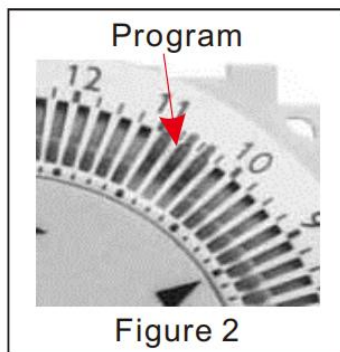

Figure 2
2. Duw de segmenten naar buiten voor werkend aan. Elk segment vertegenwoordigt 15 minuten. Bijvoorbeeld U wilt het elektrische apparaat laten werken tussen 10:15 en 11:00. Duw drie segmenten naar buiten tussen 10:15 en 11:00 (zie afbeelding 2).